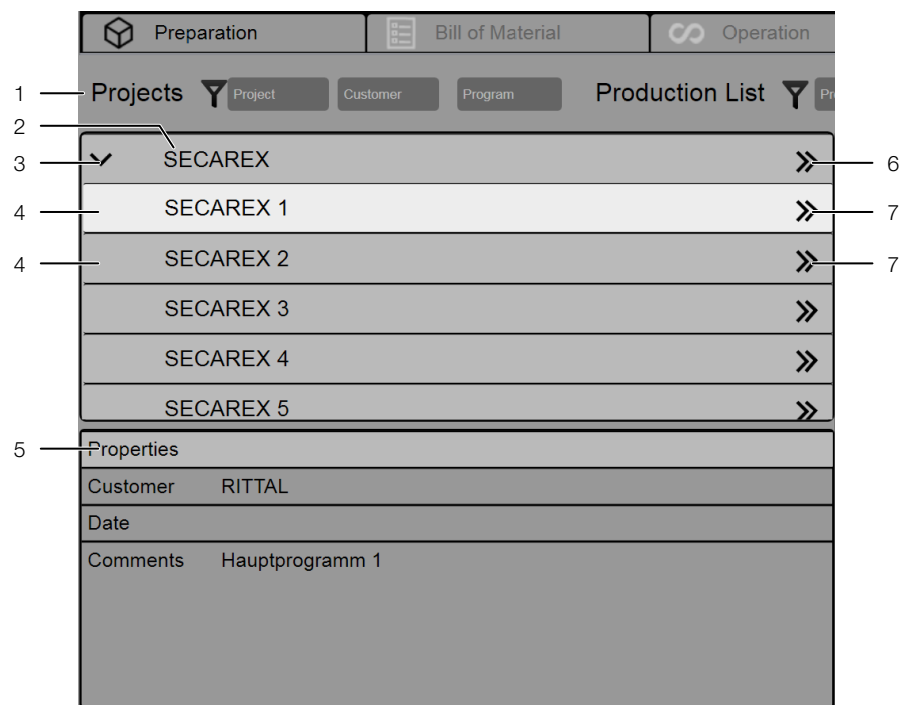

Fig. 8: Fanebladet „Forberedelse“ – Projekter
- Klik på trykknappen „>>“ (fig. 8, pos. 6) bag projektnavnet.
- Klik på trykknappen „>“ (fig. 8, pos. 3) foran projektnavnet.
- Klik på trykknappen „>>“ (fig. 8, pos. 7) bag navnet på det ønskede hovedprogram.
Hver gang man klikker på en trykknop „>>“ (fig. 8, pos. 7), føjes arbejdsstykkerne (igen) til fremstillingslisten. På den måde kan du også samle arbejdsstykker fra flere hovedprogrammer i en fremstillingsliste.